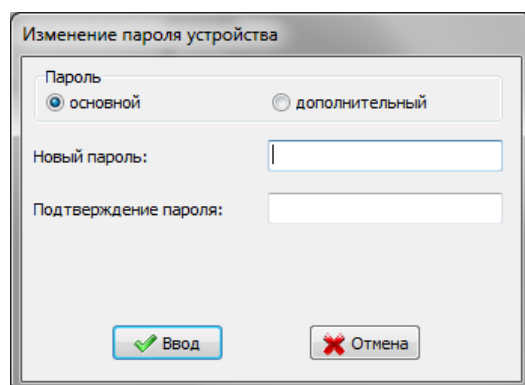

Рисунок 9 – Окно смены паролей
3.2.7 Для смены паролей уровней доступа модуля необходимо в окне «Изменение пароля устройства» (рисунок 9) указать тип изменяемого пароля (основной или дополнительный) и ввести новый пароль в полях «Новый пароль» и «Подтверждение пароля».